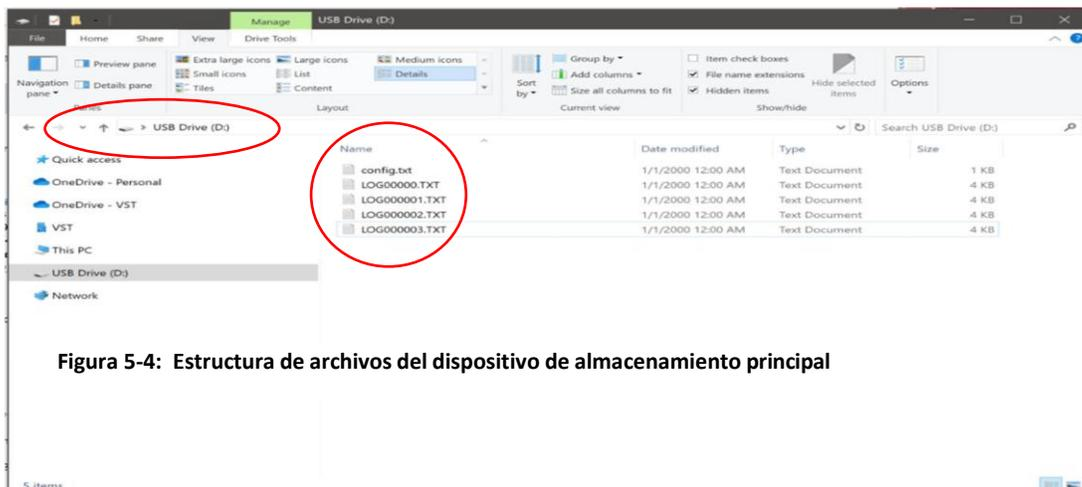

Figura 5-4: Estructura de archivos del dispositivo de almacenamiento principal
- Utilice un administrador de archivos para abrir el directorio para la tarjeta micro SD. **Vea la Figura 5-4.**